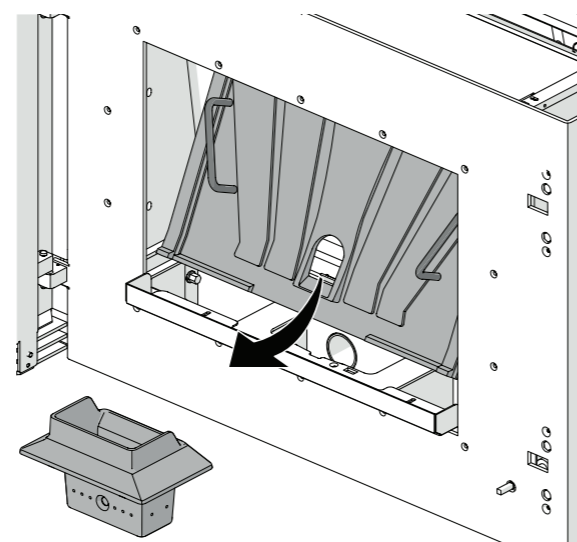

Fig. 15.7
- 1) soulever le panneau en fonte de façon à ce qu'il sorte des encadrements situés dans la partie basse (certains modèles sont dotés d'une poignée pour en favoriser l'extraction (Fig. 15.7) ;
- 2) incliner la partie inférieure du panneau en fonte vers la porte et le retirer complètement (Fig. 15.7) ;